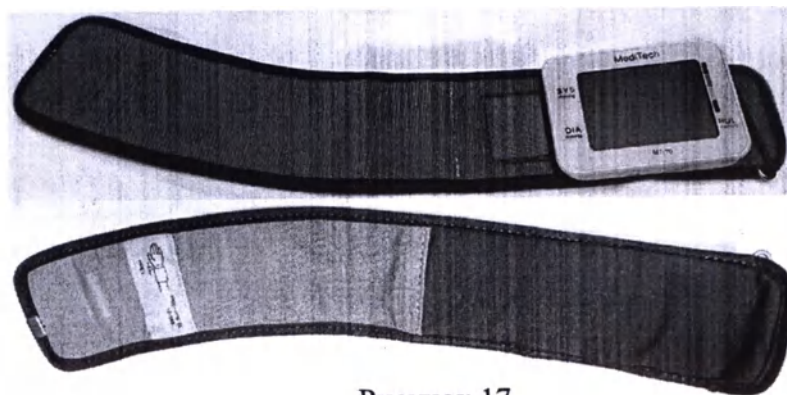

Рисунок 17.
Манжета стандартная на запястье (1), закрепленная на корпусе измерителя артериального давления цифрового (2) состоит из пневмокамеры и рукава (Рисунок 17).